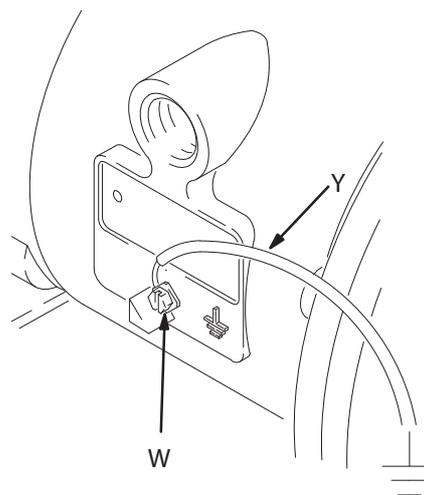

Fig. 1
Les pompes en polypropylène et en PVDF ne sont **pas** conductrices. Le raccordement du fil de terre sur la barrette de terre met uniquement le moteur pneumatique à la terre. Si l'on pompe des produits inflammables conducteurs, **toujours** relier l'ensemble du système produit à la terre en veillant à ce que le produit soit raccordé électriquement sur une vraie terre. Voir FIG. 1.
- **La pompe** : Raccorder un fil de terre avec attache comme indiqué sur la FIG. 1. Desserrer la vis de mise à la terre (W). Introduire une extrémité d'un fil de terre (Y) d'au moins 1,5 mm² (12 ga) derrière la vis de mise à la terre et bien serrer cette vis. Raccorder l'extrémité de l'attache du fil de terre sur une vraie terre. Pour commander le fil de mise à la terre et l'attache : référence 237569.